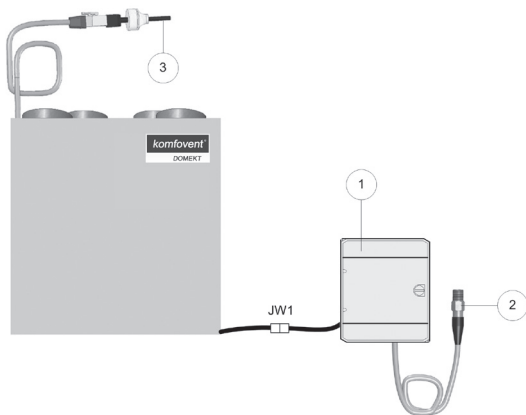

Рис. 1.4 6
- **Контакты внешнего управления.** Предусмотрены во всех установках Domekt. На наружную часть установки выводится кабель (см. рис. 1.4 а), к которому может быть подключено внешнее управляющее устройство (переключатель, датчик, таймер, кнопка и т. п.), то есть разомкнутые в обычном состоянии контакты, при замыкании (закорачивании) которых будет активирована функция OVR. Более подробное описание возможностей подключения приведено в разделах 2.6.
Рис. 1.4 а
- **Внешний щит управления.** Если в установке Domekt предусмотрен водяной нагреватель или охладитель, установка комплектуется с внешним щитом управления (см. рис. 1.4 b), который соединяется с ней при помощи кабеля JW1. К контактам щита подключаются некоторые перечисленные ниже элементы.